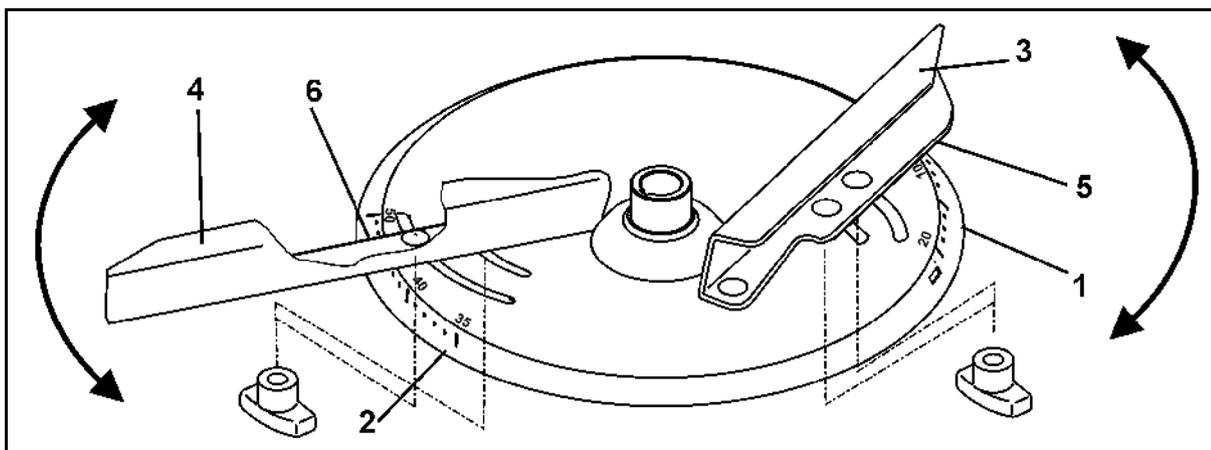

Fig. 59
Pour un réglage précis et sans outil de la position des aubes d'épandage, chaque disque d'épandage dispose de deux échelles graduées et bien distinctes (Fig. 59/1 et Fig. 59/2).
- L'échelle graduée (Fig. 59/1) dont les valeurs vont de 5 à 28 correspond à l'aube d'épandage la plus courte (Fig. 59/3) et l'échelle graduée (Fig. 59/2) dont les valeurs vont de 35 à 55 correspond à l'aube d'épandage la plus longue (Fig. 59/4).
- o Relevez la valeur de réglage au niveau de l'arête de lecture (Fig. 59/5) pour l'aube d'épandage la plus courte (Fig. 59/3).
- o Relevez la valeur de réglage au niveau de l'arête de lecture (Fig. 59/6) pour l'aube d'épandage la plus longue (Fig. 59/4).
- Le fait de faire pivoter les aubes d'épandage sur une valeur plus élevée de l'échelle graduée (Fig. 59/1 ou Fig. 59/2) entraîne une augmentation de la largeur de travail.